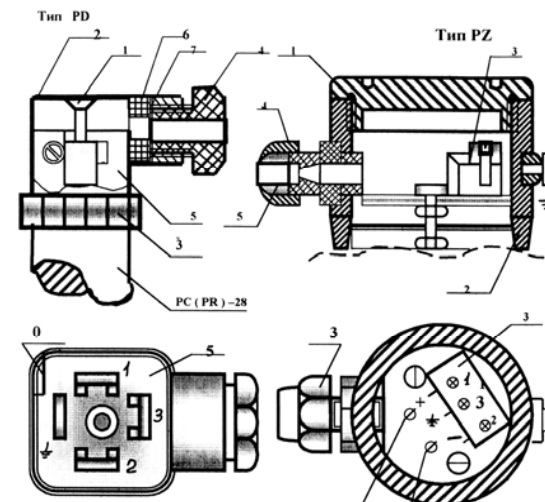

Рисунок 2 – Вид электрического присоединения
8.9 Для электрического присоединения с разъёмом типа PD (штепсельный разъём) (см. рисунок 2) необходимо: